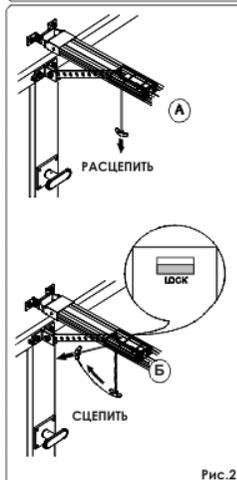

Рис.2
- Расцепить привод, потянув трос расцепителя вниз (рис. 2-А).
Сцепите привод, потянув трос расцепителя в сторону ворот (рис. 2-Б), и убедитесь, что индикатор расцепителя в нижней части каретки красного цвета.